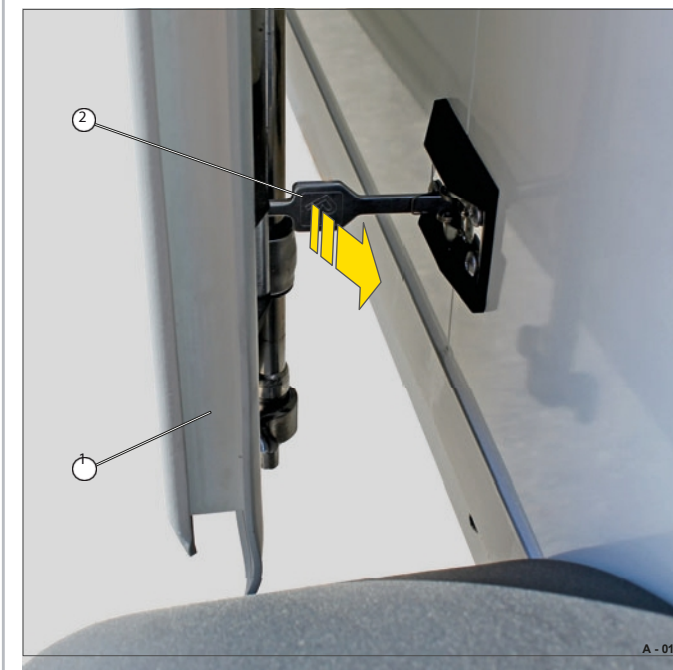

Fig. 11 Dörrblad öppet och säkrat
- Tryck låsspaken (Fig. 11/2) utåt.
- Släpp låsspaken. Dörrbladet (Fig. 11/1) är olåst och kan stängas.